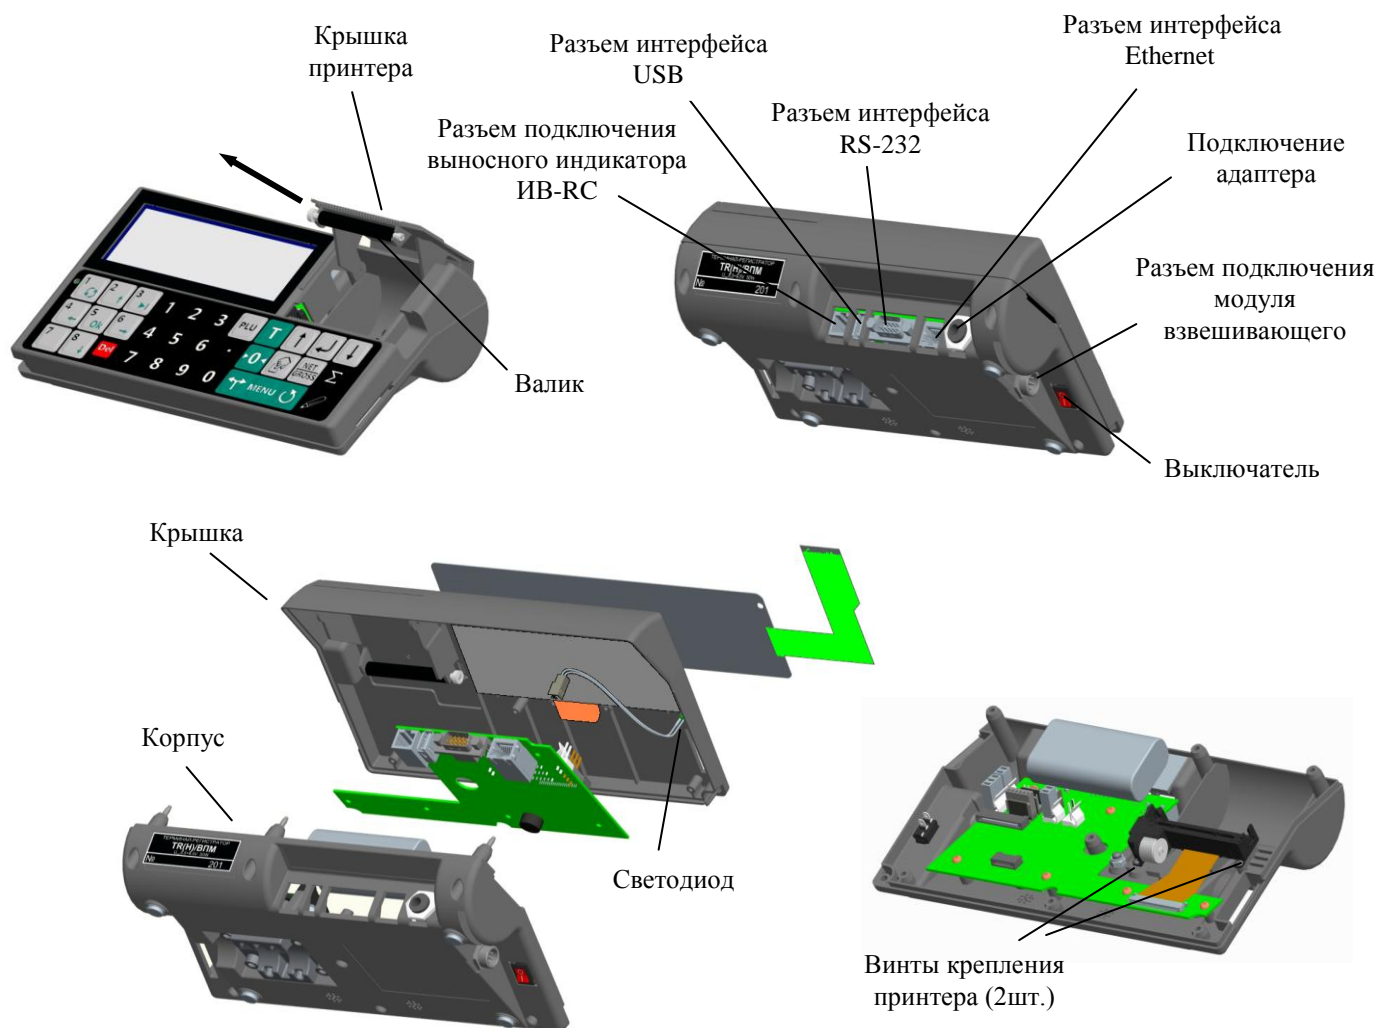

Рис. 7.6 - Терминал РС
7.6.2.5.2 Потянув за один конец валика (показано стрелкой на Рис. 7.6), затем за другой, снять валик с фиксаторов и установить новый.